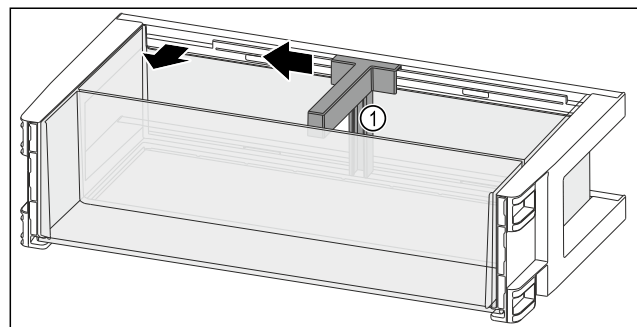

Fig. 111
- ▶ Flaschenhalter Fig. 111 (1) bis zur Aussparung zur Seite schieben.
- ▶ Flaschenhalter Fig. 111 (1) entnehmen.